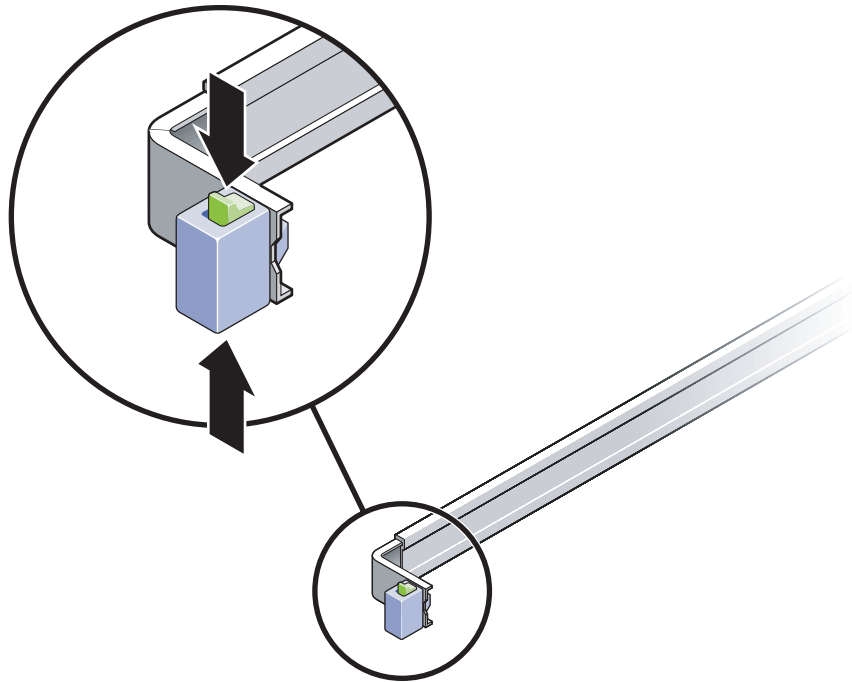

FIGURA 2-22 Desbloqueo del conjunto de guías deslizantes
2. Desbloquee los botones de bloqueo (FIGURA 2-22) en los lados derecho e izquierdo del chasis del servidor y extraiga lentamente el servidor del rack hasta que las guías lleguen a sus topes.